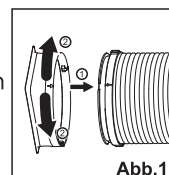

Abb. 1
1. Richten Sie die beiden Pfeile des Schlaucheinlassanschlusses und des Schlauches aus, Einfüge; (Abb. 1)
2. Drehen Sie den Schlaucheinlassanschluss im oder gegen den Uhrzeigersinn um 60 °; (Abb. 1)